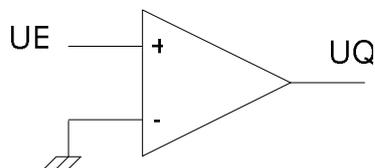
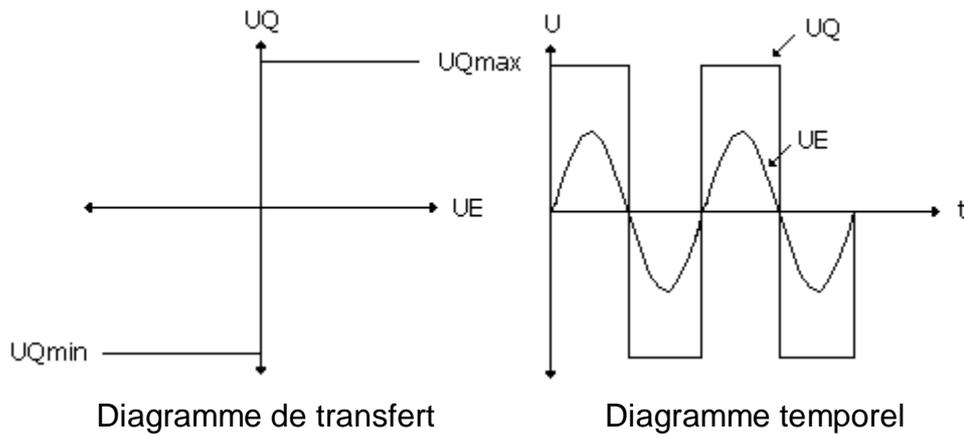

Figure 2
Figure 3
1. Expliquer le fonctionnement du circuit représenté par la figure 2 en justifiant l'allure des 2 courbes représentées par la figure 3.